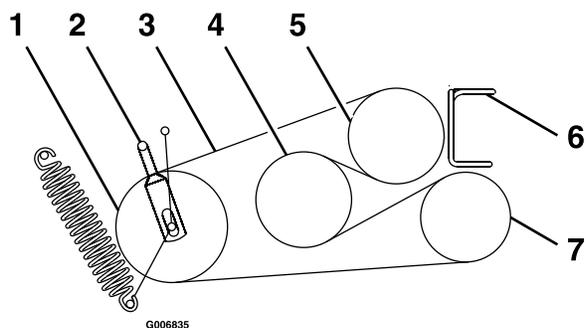

Figura 60
6. Allentate le guide delle cinghie A e B (Figura 60).
8. Disponete le nuove cinghie sulle pulegge, come mostrato nella Figura 60.